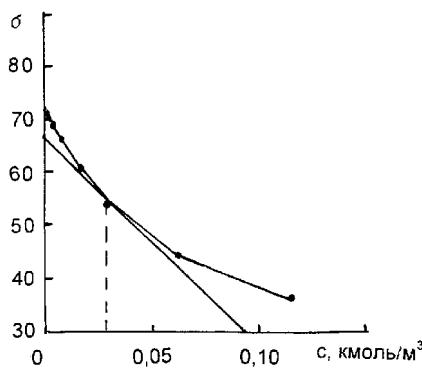

Рис. 1. Графический расчет  $\frac{d\sigma}{dc}$  для поверхностного избытка амилового спирта.
**Решение.** Построим график, отражающий зависимость  $\sigma$  от  $c$  (рис. 1). Проведем касательную к кривой в точке, имеющей ординату 0,030 кмоль/м3. Тангенс угла наклона касательной к оси абсцисс равен  $\frac{d\sigma}{dc}$ . Из графика находим:
(Множитель  $10^{-3}$  в числителе вводится в связи с тем, что поверхностное натяжение в таблице и на рис. 1 выражено в мН/м). По уравнению изотермы адсорбции Гиббса находим поверхностный избыток: